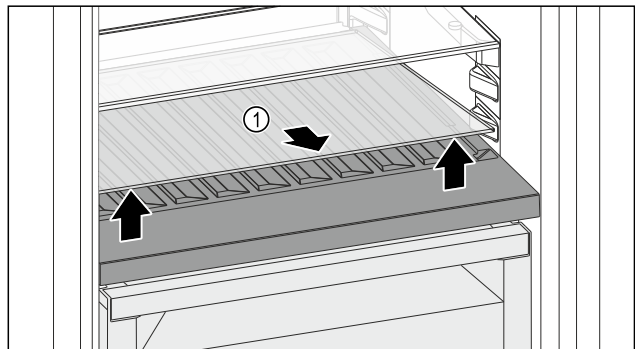

Fig. 137
- Soulever la plaque de verre Fig. 137 (1) au niveau de l'évidement avant et la retirer.
- Entreposer la plaque de verre Fig. 137 (1) dans un endroit sûr hors de l'appareil.
- Insérer la plaque de verre (2) sous le compartiment à bouteilles amovible.